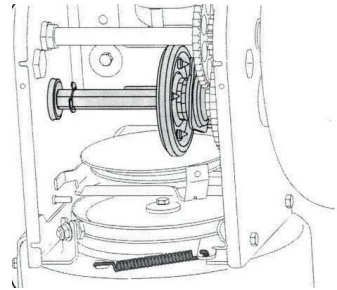

Рисунок 18
2. Нанесите тонкий слой всепогодной универсальной консистентной смазки на шестигранный вал. См. Рисунок 18.